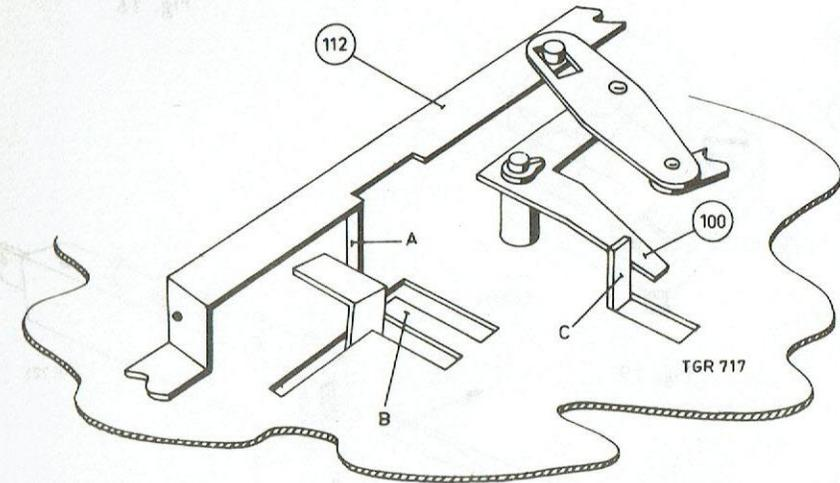

Fig. 9
Le rouleau, pos. 114, doit se trouver au centre entre les deux touches de bobinage. Régler au besoin en courbant légèrement l'étrier pos. 93. Enfoncer la touche de reproduction; la distance entre la cosse C et l'étrier pos. 100 doit être d'environ 0,5 mm, voir la figure 9. Régler en courbant légèrement la cosse C.
Enfoncer la touche de reproduction, le commutateur doit alors occuper la position dessinée, voir la figure 26. Régler en courbant la cosse A sur l'étrier pos. 112, voir la figure 9.
Aucune des touches n'est enfoncée, le commutateur doit alors occuper la position indiquée dans la figure 27. Régler en courbant la cosse B dans le montant, voir la figure 9.